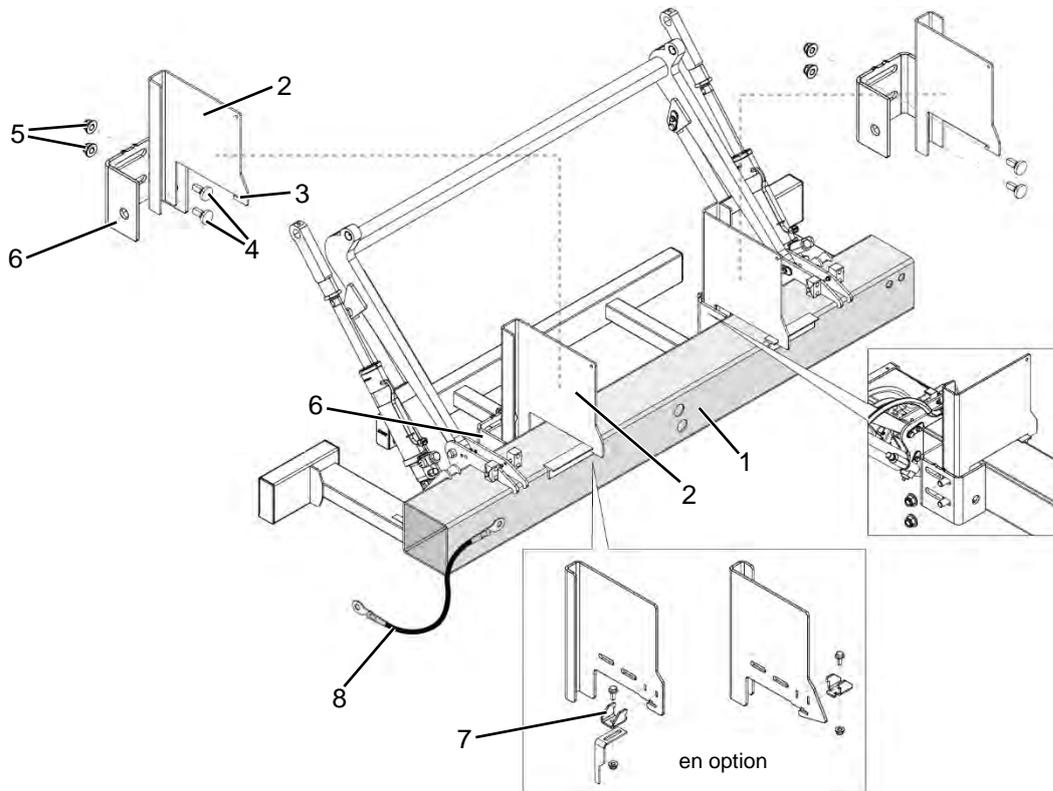

Figure 10 : Prémontage avec consoles vissées réglables latéralement
- ▶ En option (en cas d'utilisation d'un accouplement à tête sphérique et pour C 3000 S) : Fixez l'agrafe de sécurité (7) sur la console (2) (voir Figure 10).